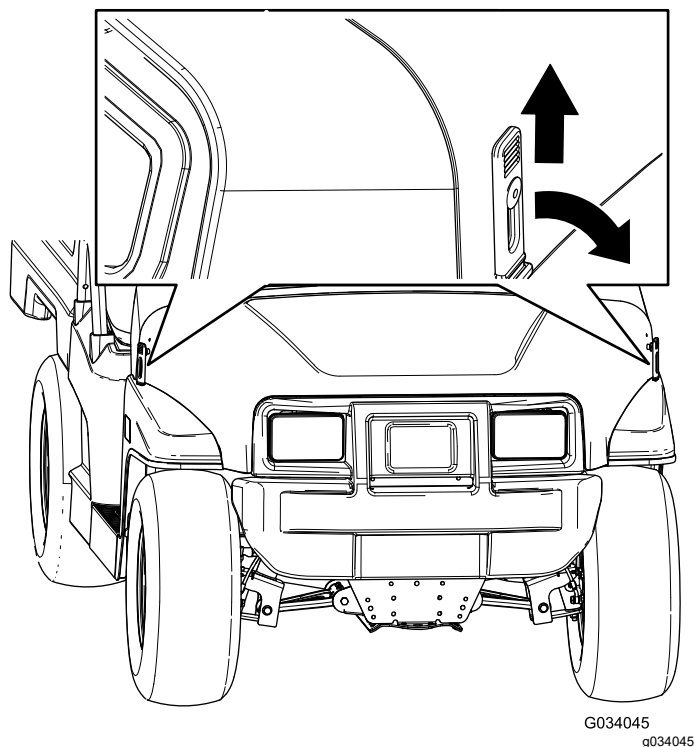

Figure 31
1. Soulevez la poignée des loquets en caoutchouc de chaque côté du capot (Figure 31).
2. Fixez le capot en place en alignant les loquets en caoutchouc sur les ancrages de verrouillage de chaque côté du capot (Figure 31).